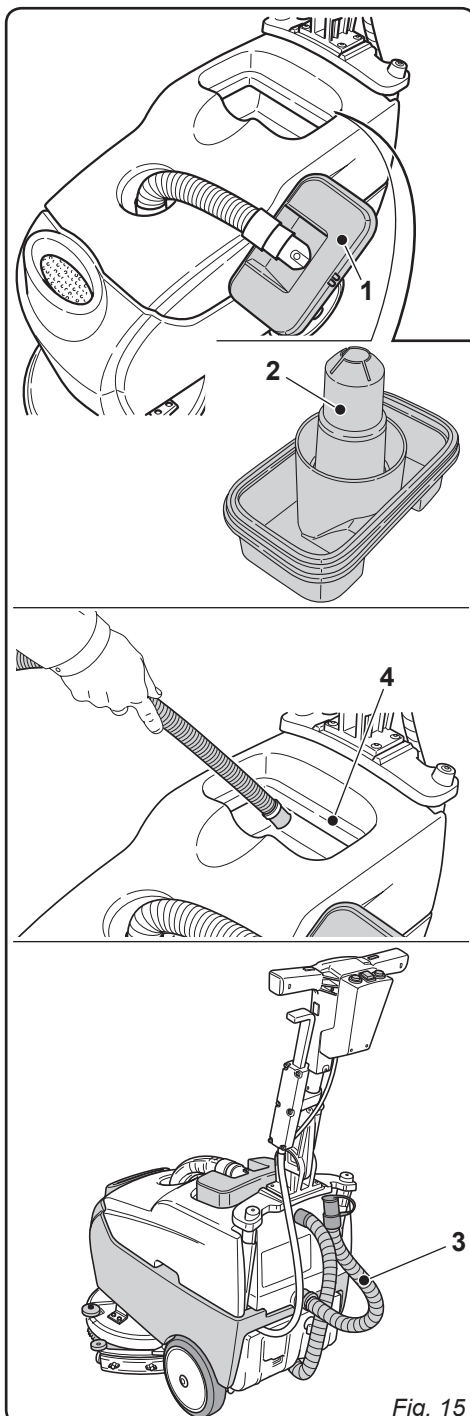

Fig. 15
11.1.b - Nettoyage du réservoir d'eau de récupération (Fig. 15)